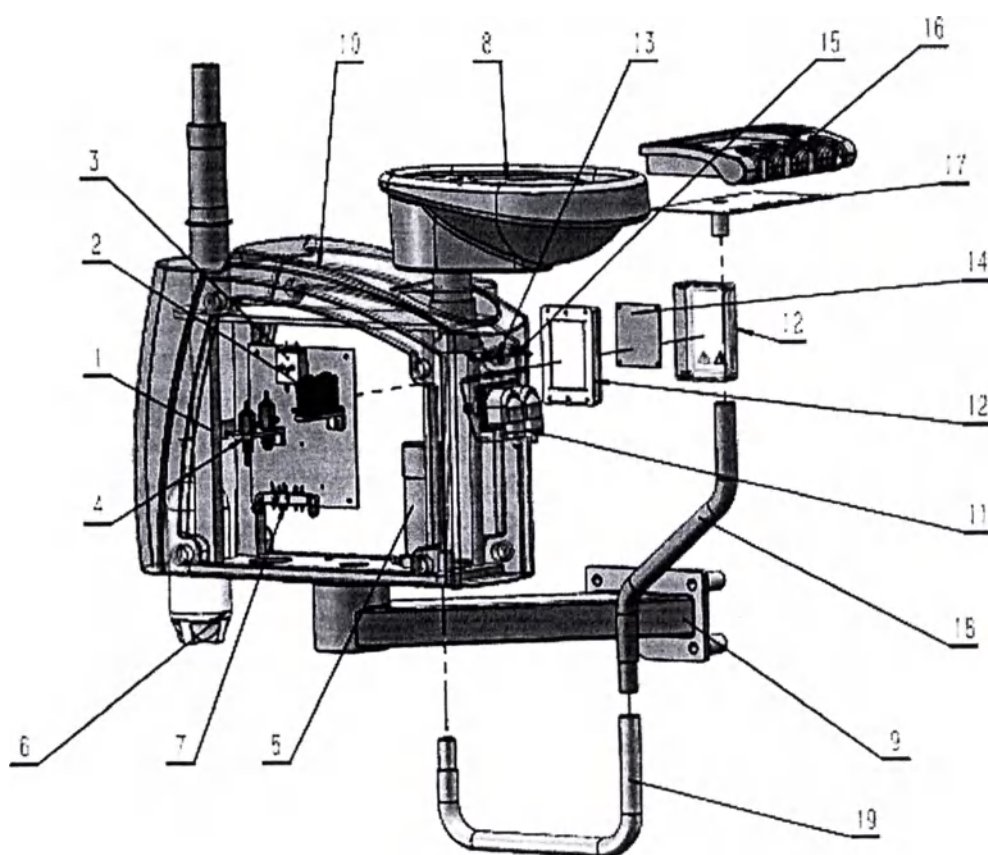

Рисунок 21 – Сборка гидроблока
1. Установите различные компоненты в соответствии с монтажным чертежом (см. рисунок 21);